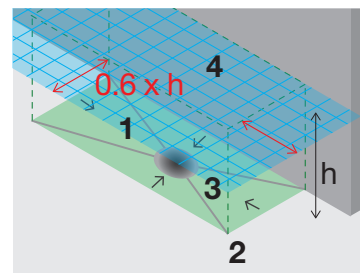

Abb. 1
- Der Güterumschlagplatz muss **überdacht¹ und abflusslos** sein. Durch unterschiedliche Gefälle und/oder Entwässerungsrinnen muss dieser von den übrigen Verkehrsflächen getrennt entwässert werden. Dadurch fällt auf dem Platz kein Regenwasser an und auslaufende Flüssigkeiten können nicht auf andere Platzflächen gelangen (Abb. 1).
- Der Güterumschlagplatz muss mit einem **dichten Belag befestigt** sein, damit auslaufende Flüssigkeiten nicht in den Untergrund gelangen können. Bei gewissen Stoffen ist dazu ein Spezialbelag nötig (Abb. 1, Punkt 1).
- Der Güterumschlagplatz muss über ein **Rückhaltevolumen** verfügen, in welchem die auslaufende Flüssigkeit aufgefangen wird. Die Grösse richtet sich nach der **Tabelle auf Seite 8**. Als Rückhaltevolumen können ein abflussloser Schacht, eine beckenförmige Platzfläche oder andere Rückhaltevorrückungen verwendet werden (Abb. 1, Punkt 3).
- Der Güterumschlagplatz muss nach Möglichkeit **überdacht¹ und abflusslos** sein (vgl. Abb. 1). Der Umschlag kann auch in einer abflusslosen Halle erfolgen.